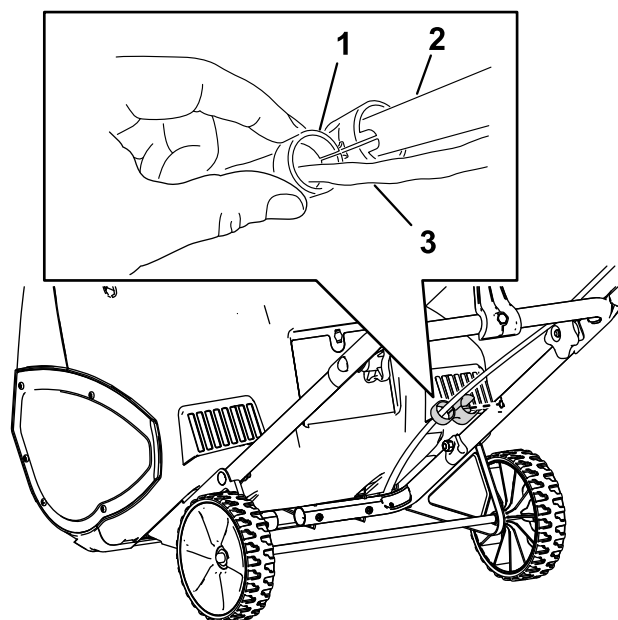

Bild 2
4. Befestigen Sie die Kabelführung am Holm (Bild 2).